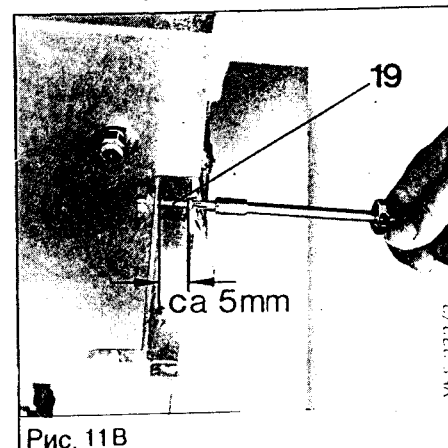

Рис. 11В
- Установить передние боковые листы (23 и 24) (см.рис.11А).